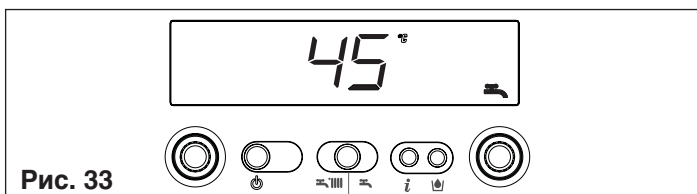

Рис. 33
**Info 4** отображается заданная температура горячей воды (рис. 33).